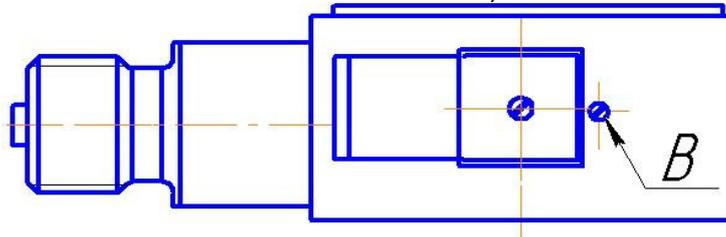

Рис.6. Вид датчика с разъемом, где В – винт.
- При необходимости произвести корректировку сдвига (нуля) при отсутствии измеряемого параметра. Открутить винт (см. рис.6), расположенный над разъемом и удерживать кнопку в нажатом состоянии от 1 до 3 секунд. При отпускании происходит обнуление, если значение давления на индикаторе не превышает  $\pm 5\%$  от диапазона измерения.
При нажатии на кнопку (см. рис.6) от 1 до 3 сек и дальнейшем отжатии кнопки – происходит обнуление датчика (корректировка нуля возможна, если значение давления на индикаторе не превышает  $\pm 5\%$  от диапазона измерения). При нажатии на кнопку от 3 до 5 сек – на ЖКИ выводится текущий предел измерения – только для многодиапазонных датчиков с ЖКИ индикатором. Для возврата прибора в рабочий режим необходимо отпустить кнопку.